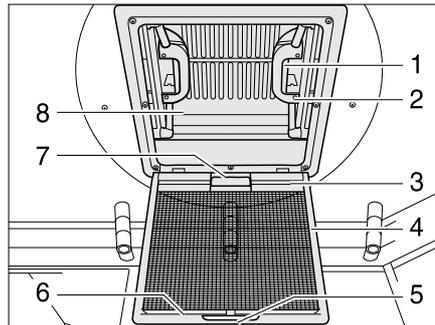

Bild 71 Dachhaube mit Schnappverschluss
- Am Griff (Bild 71,5) ziehen.
- Insektenschutz (Bild 71,4) nach unten klappen.
- Schnappverschluss (Bild 71,1) zur Innenseite der Dachhaube (Bild 71,8) drücken. Gleichzeitig mit dem Griff (Bild 71,2) die Dachhaube nach oben drücken.
- Insektenschutz (Bild 71,4) nach oben schwenken, bis er einrastet.
- An beiden Griffen (Bild 71,2) die Dachhaube (Bild 71,8) kräftig nach unten ziehen, bis beide Schnappverschlüsse (Bild 71,1) eingerastet sind.
- Verdunklungsrollo am Griff (Bild 71,7) ziehen und Hakenleiste (Bild 71,3) in die Halteleiste (Bild 71,6) am Insektenschutz einhängen.
- Hakenleiste (Bild 71,3) von der Halteleiste (Bild 71,6) lösen und Verdunklungsrollo langsam zurückführen.